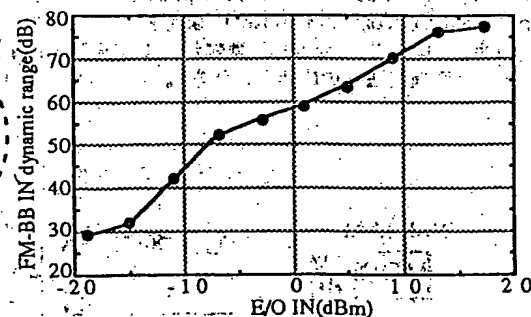

図5 FMベースバンド入力時のゲインレンジ特性
3. PM/FM変換による光強度変調 ゲインレンジの改善を図るためPM/FM変換による光強度変調を検討した。QPSK信号を入力ベースバンド信号として、FM変調指数を可変にした。この場合FM変調波出力は一定である。図5にQPSK信号のレベル変動に対するゲインレンジ特性を示す。例えば、E/O入力+17dBmの場合、約80dBのゲインレンジが可能になる。